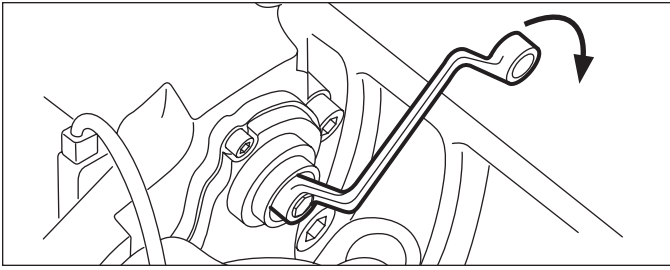

Figura 14 : rotación en el sentido de las agujas del reloj
5. Usando una llave inglesa de seis puntas de 10 mm, gire el adaptador de corte en el sentido de las agujas del reloj hasta que las pastillas entren en contacto con el rotor. Nota: No utilice una llave de extremo abierto ya que esto puede dañar el adaptador. (Consulte la figura 14).